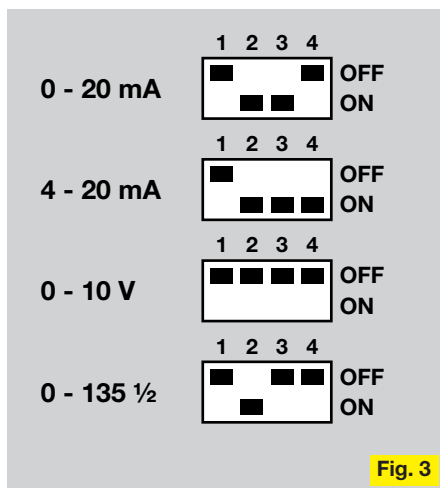

Fig. 3
**RV..E** mit eingebauter Positionierregelung. Folgende Signalformen werden verarbeitet (Fig. 3):
- 0 (4) bis 20 mA,
The following signal waveforms are processed (Fig. 3):
**RV..E** со встроенным регулятором. Обрабатываются следующие типы сигналов (Fig. 3):
- от 0 (4) до 20 mA,